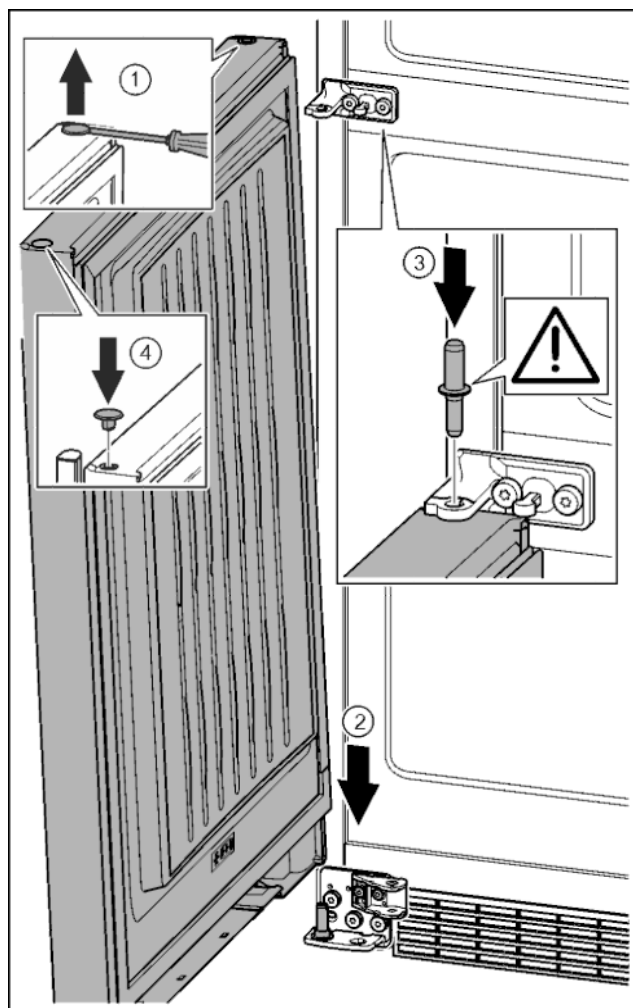

Fig. 36
- ▶ Zátku opatrně nadzvedněte plochým šroubovákem a vytáhněte. Fig. 36 (1)
- ▶ Zátku opět vložte na druhé straně dveří. Fig. 36 (4)
- ▶ Dveře nasadíte shora na dolní ložiskový čep. *Fig. 36 (2)*
- ▶ Prostřední ložiskový čep vložte do dolních dveří přes prostřední stojan ložiska. Přitom dávejte pozor, aby zajišťovací vačka směřovala dozadu. *Fig. 36 (3)*